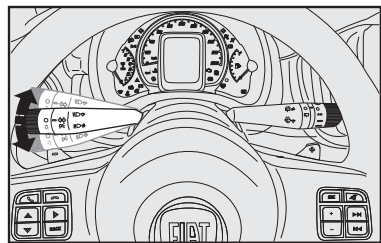

fig. 66
**ADVERTÊNCIA:** com o clima muito úmido não é aconselhado o uso prolongado do ar-condicionado nas posições  ou . A diferença entre a temperatura externa e a do para-brisa pode causar embaçamento do lado externo do para-brisa, causando perda de visibilidade. Se isso ocorrer, acione a alavanca do limpador do para-brisa fig. 66.
## Luzes de direção (setas) - fig. 66